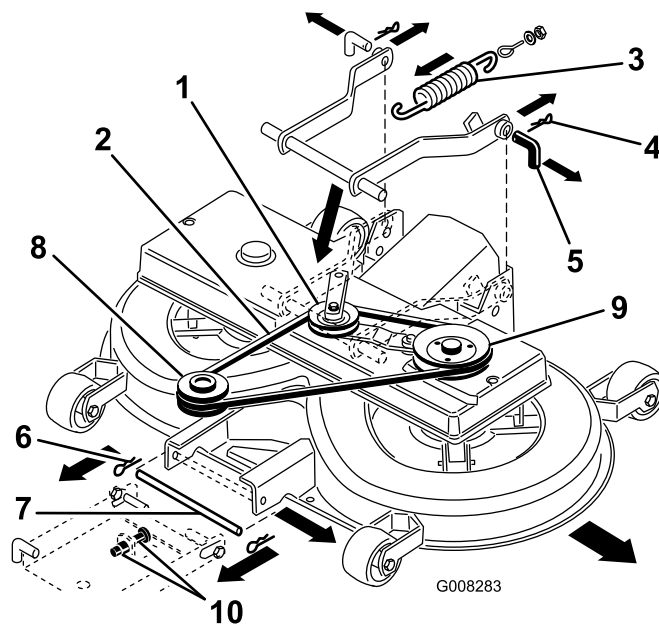

Figura 39
8. Tirate dentro il braccio di rinvio e togliete la cinghia trapezoidale dalla puleggia (Figura 39).
9. Scollegate la molla dalla leva d'innesto (Figura 39).
11. Togliete i fermagli a forcina dai due perni posteriori e togliete i perni (Figura 39).
12. Togliete il fermaglio a forcina dal perno anteriore e togliete il perno (Figura 39).
13. Togliete la cinghia trapezoidale dalla puleggia del motore (Figura 39).
7. Spostate il perno inferiore della sospensione di regolazione anteriore nella posizione inferiore dei fori scanalati, regolando i due dadi M12 sulla sospensione anteriore (Figura 39).